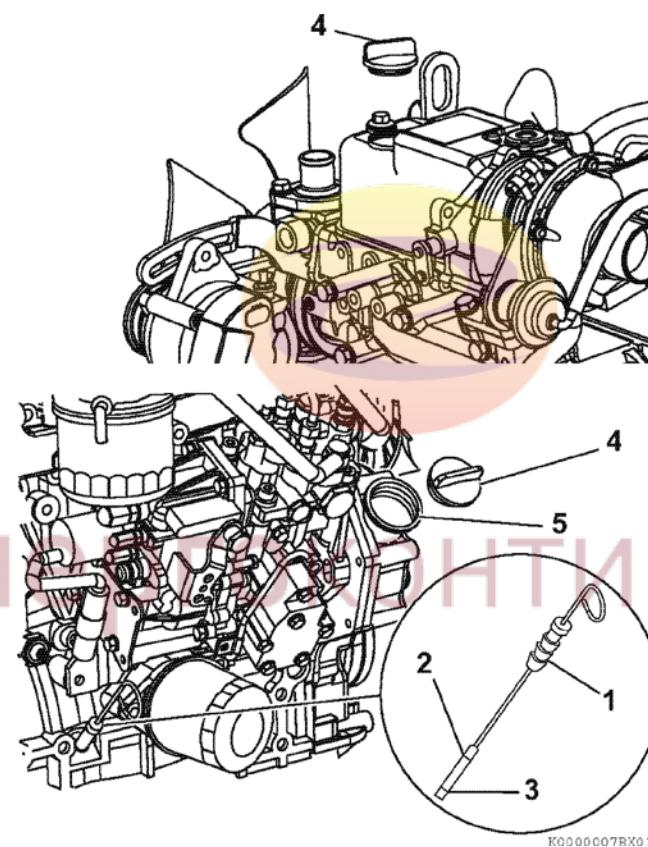

Рисунок 27
2. Вытащить щуп для измерения уровня масла (Рисунок 27 (1)) и протереть его чистой тряпкой.
4. Вытащить крышку маслозаливной горловины / щуп для измерения уровня масла. Уровень масла считается нормальным, если он находится между верхней отметкой максимум (Рисунок 27 (2)) и нижней отметкой минимум (Рисунок 27 (3)) на масляном щупе.
2. Снимите крышку маслозаливной горловины / щуп для измерения уровня масла (Рисунок 27 (4)).
3. Добавьте необходимое количество моторного масла через верхнее или боковое отверстие маслоналивной горловины (Рисунок 27 (5)).